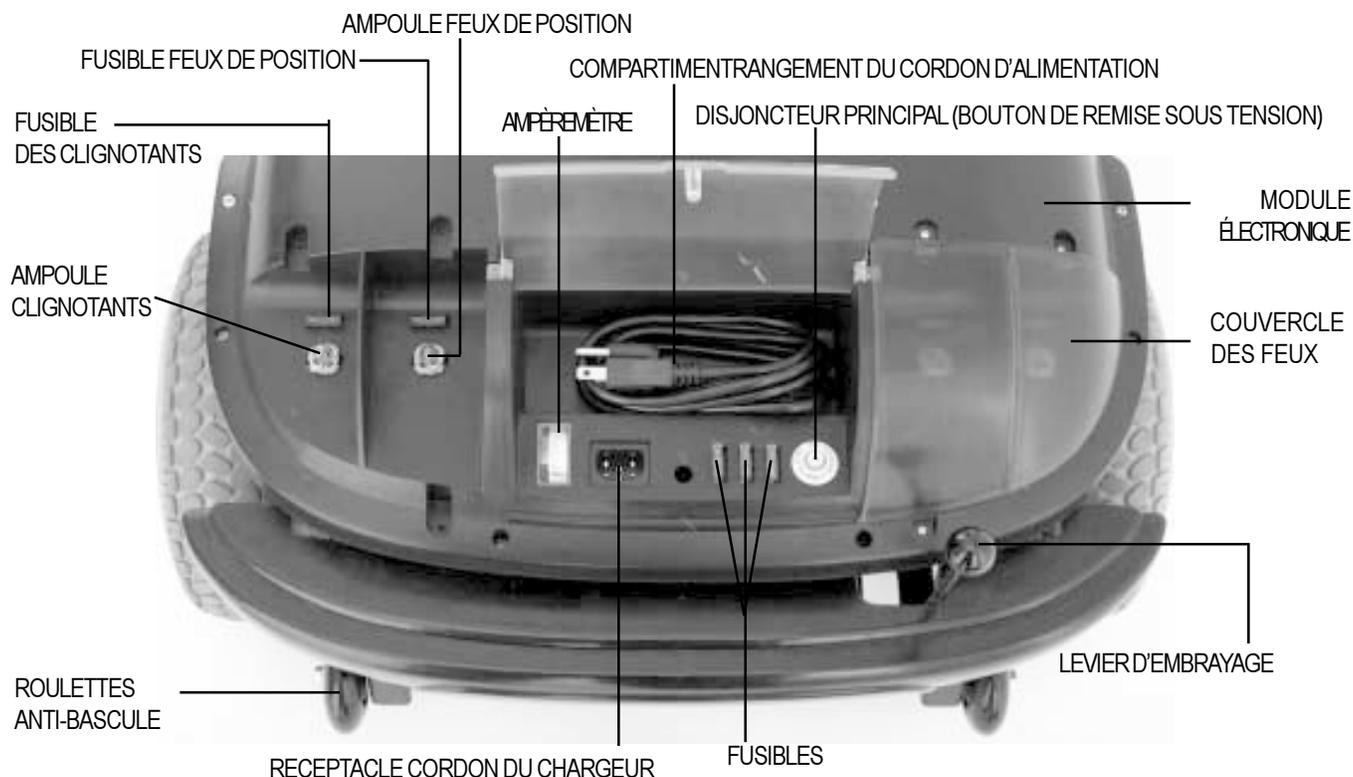

FIGURE 8. SECTION ARRIÈRE ( couvercle des feux gauche retiré pour plus de clarté )
Voir la figure 8. Référez vous au chapitre IX pour les instructions d'enlèvement du capot arrière.
Le disjoncteur protège votre scooter dans l'éventualité où les batteries seraient trop faibles, que votre scooter soit surchargé ou que la pente soit trop inclinée pour lui. Voir figure 8.
- La manette d'embrayage est située sur l'extrémité droite du moteur dans la section arrière du scooter. Voir la figure 8.
Les roulettes anti-bascule sont une composante de sécurité de votre scooter. Ne jamais, sous aucune considération enlever les roulettes anti-bascule de votre scooter. Voir figure 8.
Les fusibles protègent les composantes électriques contre les surcharges de courant. Le scooter utilise des fusibles de type automobile. Voir la figure 8.